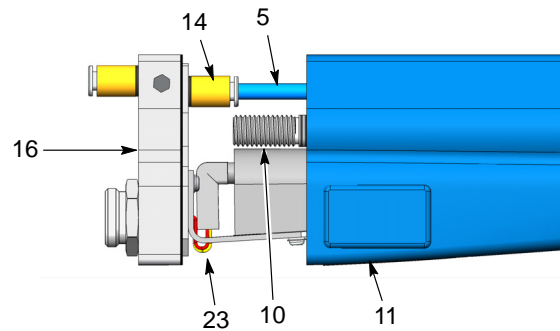
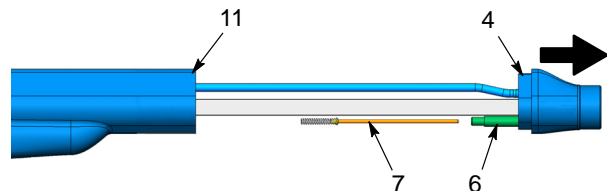

Abb. 22 Wärmesenke vom Gehäuse abziehen
Abb. 23 Widerstand abnehmen
7. Siehe Abbildung 22. Die Wärmesenke (16) vom Gehäuse (11) gerade so weit abziehen, dass Sie den Luftschlauch (5) vom Stecker (14) abnehmen können.
8. Siehe Abbildung 23. Den Adapter (4) vom Gehäuse (11) so weit abziehen, dass Zugang zur Widerstandsführung (6) möglich ist.
1. Siehe Abbildung 23. Etwa 0,6 ccm nicht leitendes Fett in die Widerstandsführung (6) drücken.
3. Den Widerstand (7) in die Widerstandsführung (6) stecken.
4. Siehe Abbildung 22. Luftschlauch (5) am Stecker (14) anschließen, dann die Wärmesenke (16) wieder gegen das Gehäuse zurückschieben und gleichzeitig den Pulverschlauchkanal (10) durch die Wärmesenke schieben. Sicherstellen, dass die Kabelleiter (23) nicht zwischen Gehäuse (11) und Wärmesenke gequetscht werden.